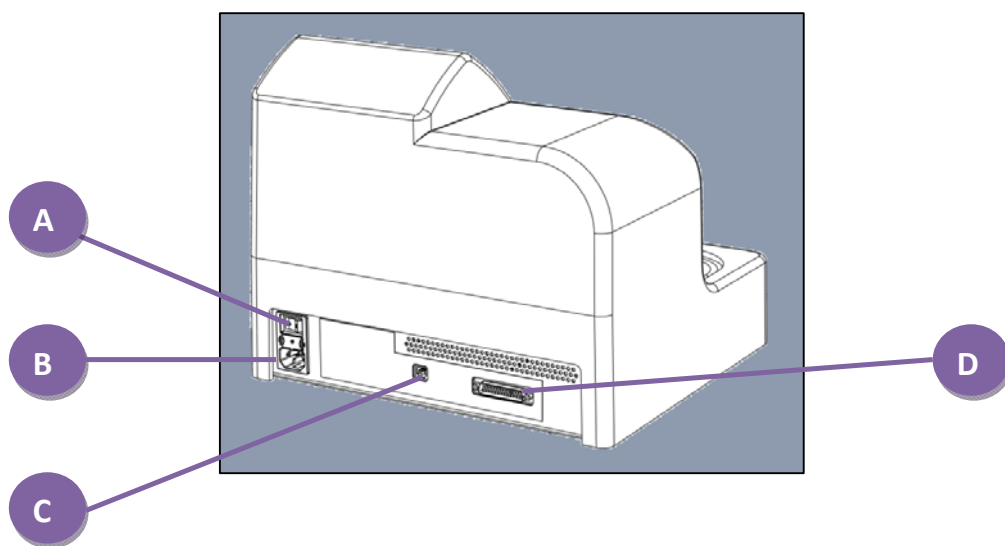

Figura 2 AIM™, vista trasera
3. Encienda el instrumento utilizando el botón de alimentación situado en la parte trasera del sistema AIM™. El interruptor de alimentación principal tiene la leyenda **'1' (ENCENDIDO)** y **'0' (APAGADO)**. Consulte la Figura 2.